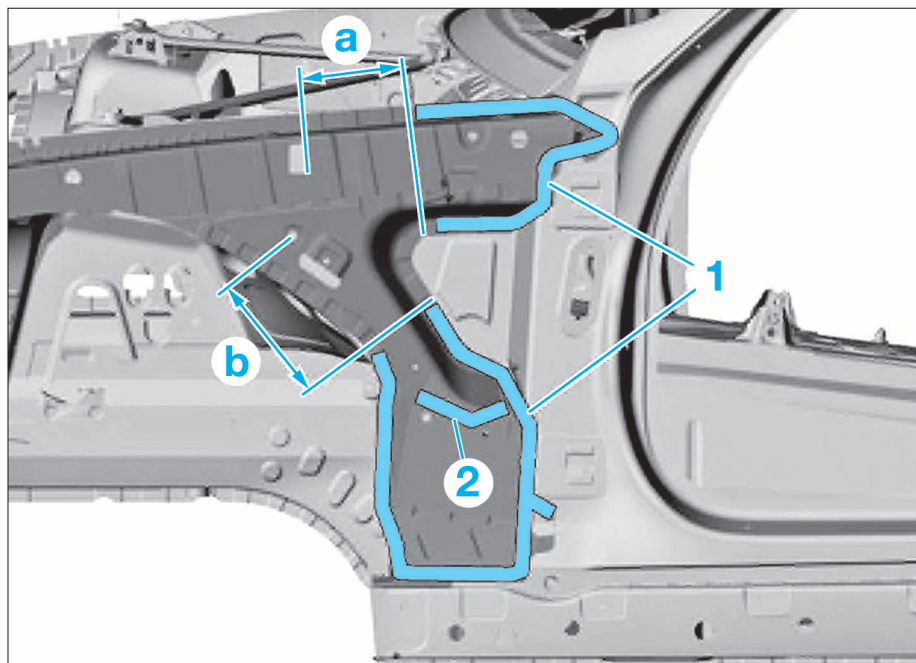

FIG. 10
- Tracer les lignes de coupe d'après les cotes puis effectuer les découpes (Fig.10).
- Appliquer de la colle pour vitre sur les éléments d'insonorisation des corps creux (2) (Fig.10).